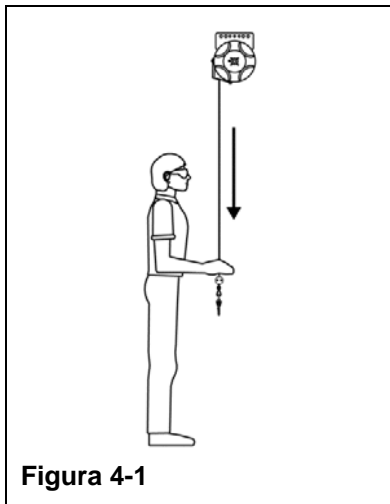

Figura 4-1
- Paso 2. Tire del cable o la cadena con fuerza. (Consulte la Figura 4-1) Si la carga aún no baja, continúe con el paso 3.